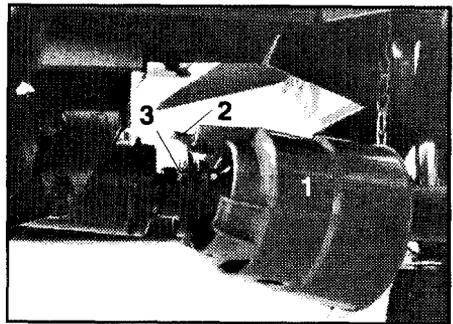

Рис. 5.4
- снять защитный щиток с шейки привода как показано на рис. 5.4.